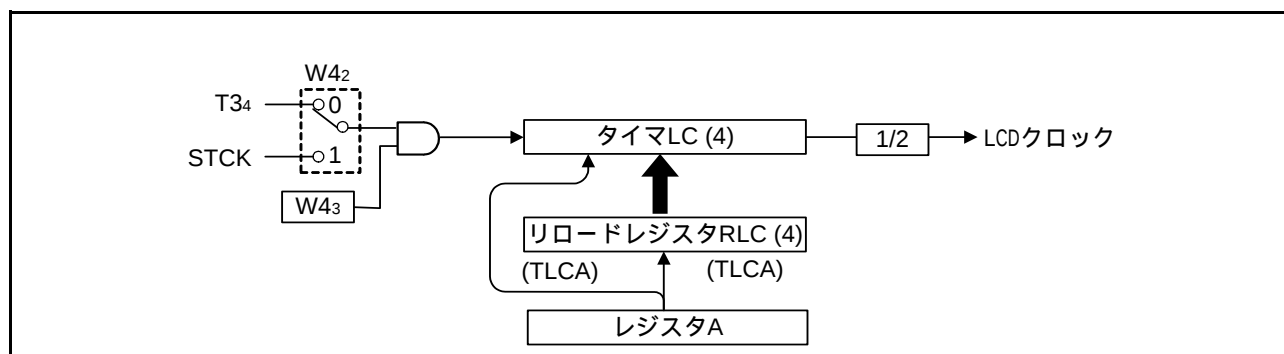

図44. LCD クロック制御回路の構成
LCD クロックの周波数 (F) は、次式で求めることができます。式下の番号 (~) は、図44中の番号に対応しています。